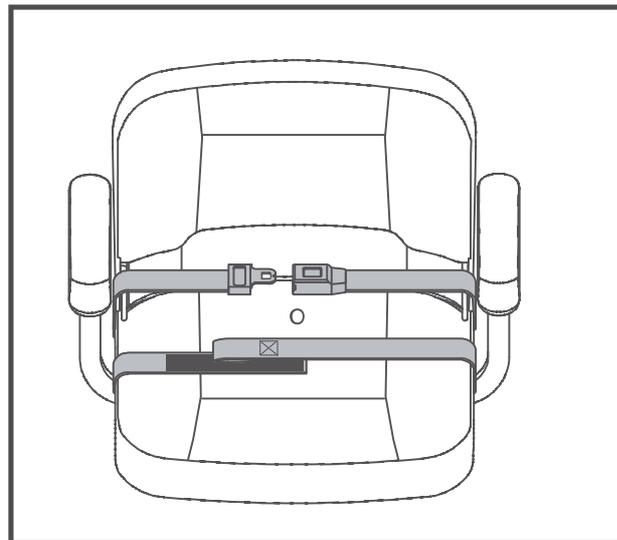

Figura 20. Cinture di sicurezza - Cintura di sicurezza con aggancio metallico o con gancio riutilizzabile e velcro
La seduta del scooter può essere dotata di cinture di sicurezza regolabili. **Vedere figura 20.** La cintura di sicurezza è stata progettata per garantire un maggiore supporto all'utente ed evitare che scivoli in avanti o indietro sulla seduta. La cintura di posizionamento non è concepita come dispositivo di contenimento.
1. Inserire il gancio metallico del lato destro della cintura nella chiusura di plastica al lato opposto spingendo fino a sentire un “click”. **Vedere figura 20.**
1. Allineare le due parti della cintura ponendo la parte con il velcro direttamente sopra il lato di adesione (“gancio”) dell’altra parte. Premere per bloccare. **Vedere figura 20.**